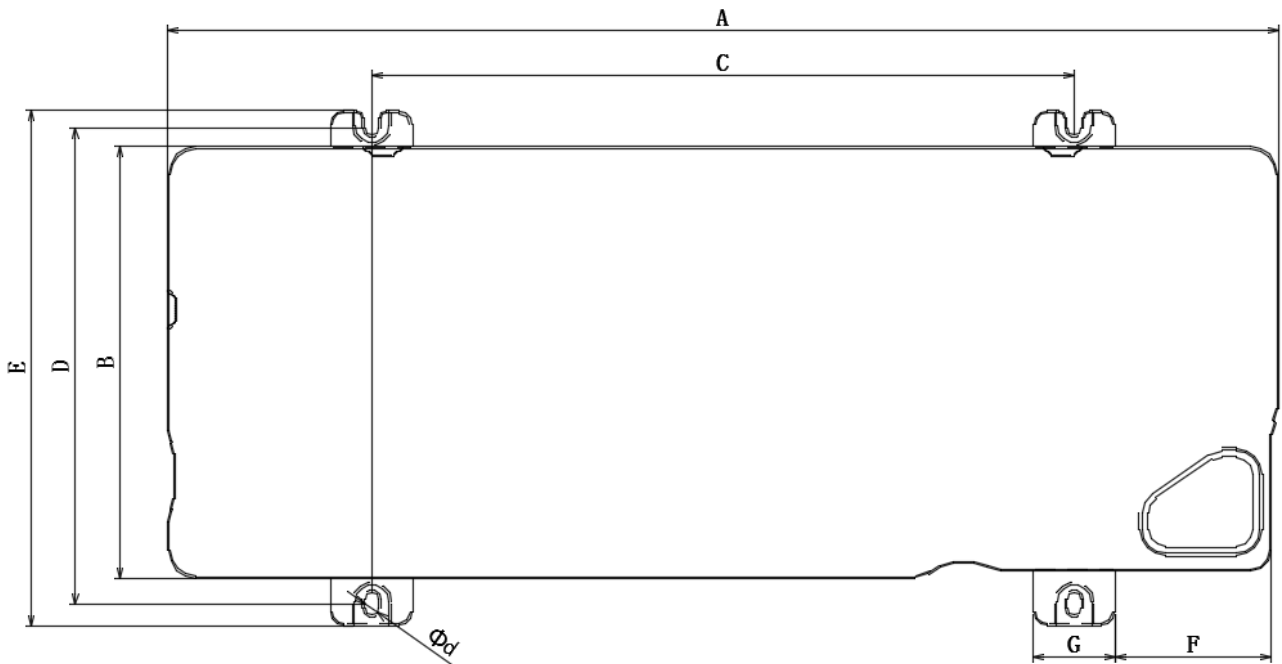

图5.3 地脚螺栓的位置
(2) 当使用地脚螺栓紧固室外机时，紧固孔的位置如图5.3所示。
(3) 地脚螺栓紧固室外机示例